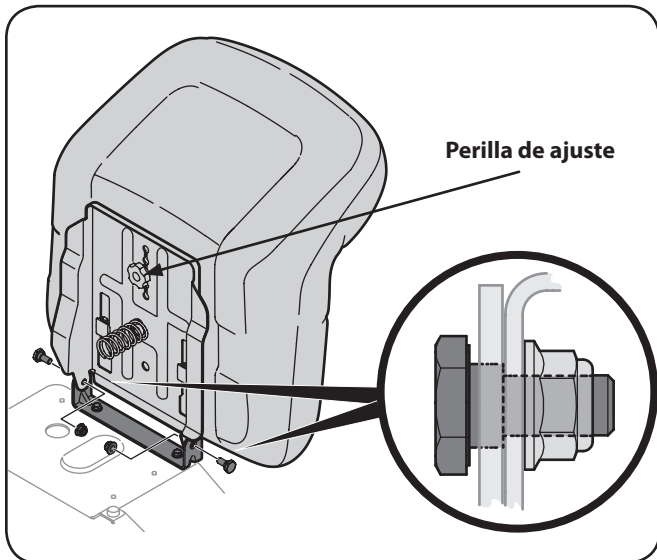

Figura 3-8
6. Instale los dos pernos con reborde y las tuercas de seguridad que extrajo del soporte de montaje del asiento en el Paso 1. Vea la Figura 3-8.
7. Para ajustar la posición del asiento, retire la perilla de ajuste que está ubicada en la parte inferior del asiento. Deslice el asiento hacia adelante o hacia atrás, según lo desee. Vuelva a ajustar el perno de ajuste. Consulte la Figura 3-8.